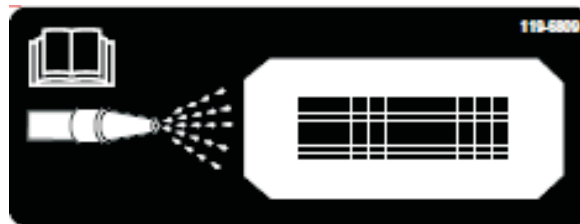
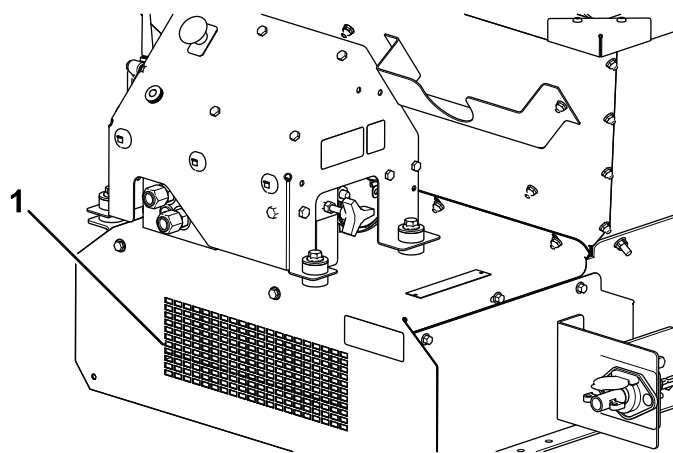

図 61
図 62
11. 機体の前部に清掃ステッカー **図 61** が貼付されているステッカーに描かれているように、水道ホースを使って前ガードのメッシュから水を掛け、腹板に残っている資材を完全に流し出す **図 62**。